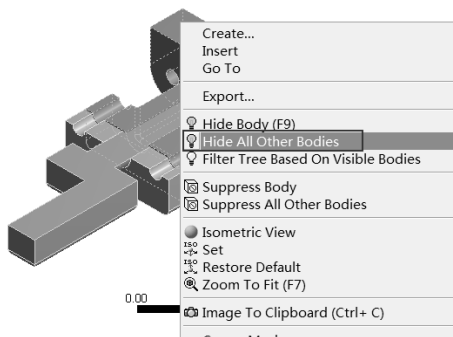

图 13-62 隐藏命令
Step9: 如图 13-62 所示, 在绘图区域选择图中所示模型, 右击后在弹出的快捷菜单中选择 Hide All Other Bodies 命令, 隐藏其他模型。